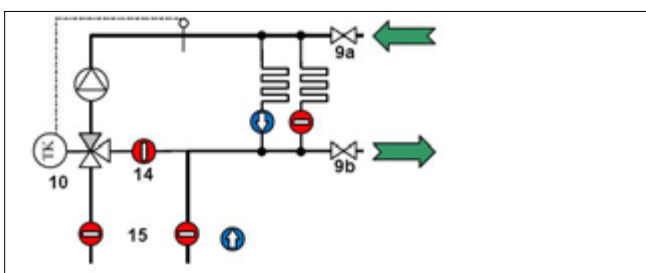

Fig. 8-4
7. Pour remplir et rincer les circuits de chauffage, brancher le tuyau de remplissage sur la vanne de remplissage et de purge du circuit d'alimentation (9a, Fig. 8-4) et le tuyau de vidange sur la vanne de remplissage et de purge du circuit de retour (9, Fig. 8-4).
**Le clapet de non-retour (14) sur la dérivation du mélangeur empêche qu'un court-circuit se produise lors du rinçage.**